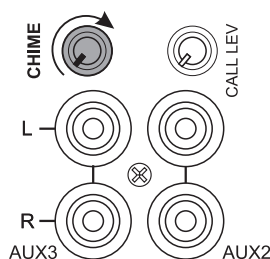

Fig. 4.4.1
- per modificare il livello del segnale di preavviso, agire sul relativo trimmer **CHIME (16)**, vedi Fig. 4.4.1.
- dal pannello frontale tenere premuti il tasto di selezione sorgenti **SOURCE (4)** insieme al tasto di selezione zona **Z1 (8)** e rilasciare dopo 3 secondi. I LED di selezione sorgenti (**5**) si accendono tutti, a segnalare la modalità di programmazione attiva;
- premere il tasto di selezione zona **Z1 (8)** per *Chime* attivo (**Z1** acceso) o *Chime* disattivo (**Z1** spento).
- premere il tasto **POWER (11)** per confermare e uscire dalla programmazione.
- to adjust the level of the warning signal, use the relevant trimmer **CHIME (16)** - see Fig. 4.4.1.
- from the front panel, hold down the **SOURCE** source selection button (**4**) for a few seconds together with the zone selection button **Z1 (8)** and release after 3 seconds. The source selection LEDs (**5**) all light up, indicating the active programming mode;
- press the zone selection button **Z1 (8)** for *Chime* active (**Z1** ON) or *Chime* not active (**Z1** OFF).